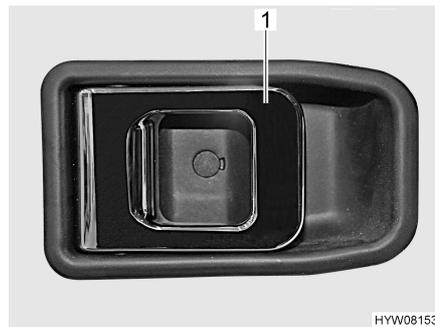

Bild 17 Türschloss (Fahrertür, innen)
**Öffnen:** ■ Am Griff (Bild 17,1) ziehen. Das Türschloss wird entriegelt.
**Verriegeln:** ■ Griff (Bild 17,1) in die Griffschale drücken. Das Türschloss ist verriegelt.